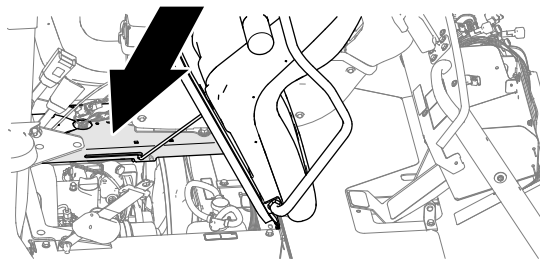

Figure 74
1. Basculez le siège passager en avant pour accéder à la base de la console (Figure 74).